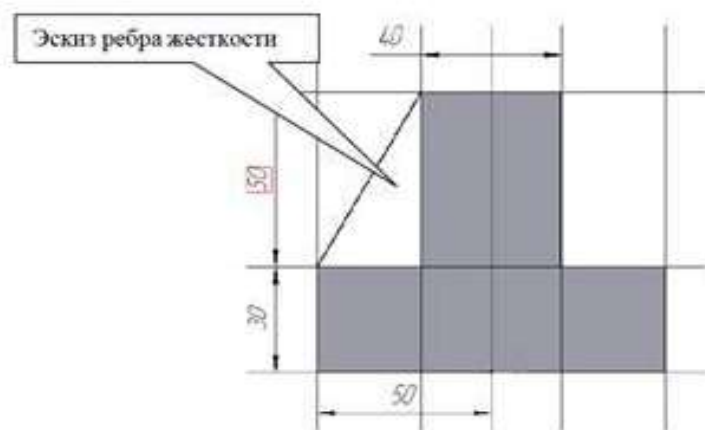

Рисунок 16.6 – Построение эскиза ребра жесткости
4. Для создания цилиндрического отверстия на верхней грани призмы вычертите эскиз отверстия – окружность радиусом 15 мм (рисунок 16.5) и вырежьте отверстие выдавливанием на глубину 40 мм (рисунок 16.6).
5. Для построения ребер жесткости на фронтальной плоскости проекций постройте эскиз (рисунок 16.6), для которого предварительно сделайте вспомогательными прямыми разметку. Эскиз обязательно следует вычерчивать отрезком (тип линии – основная), вспомогательные прямые служат только для предварительных построений. Также удобно набрать вручную координаты концов требуемого отрезка.